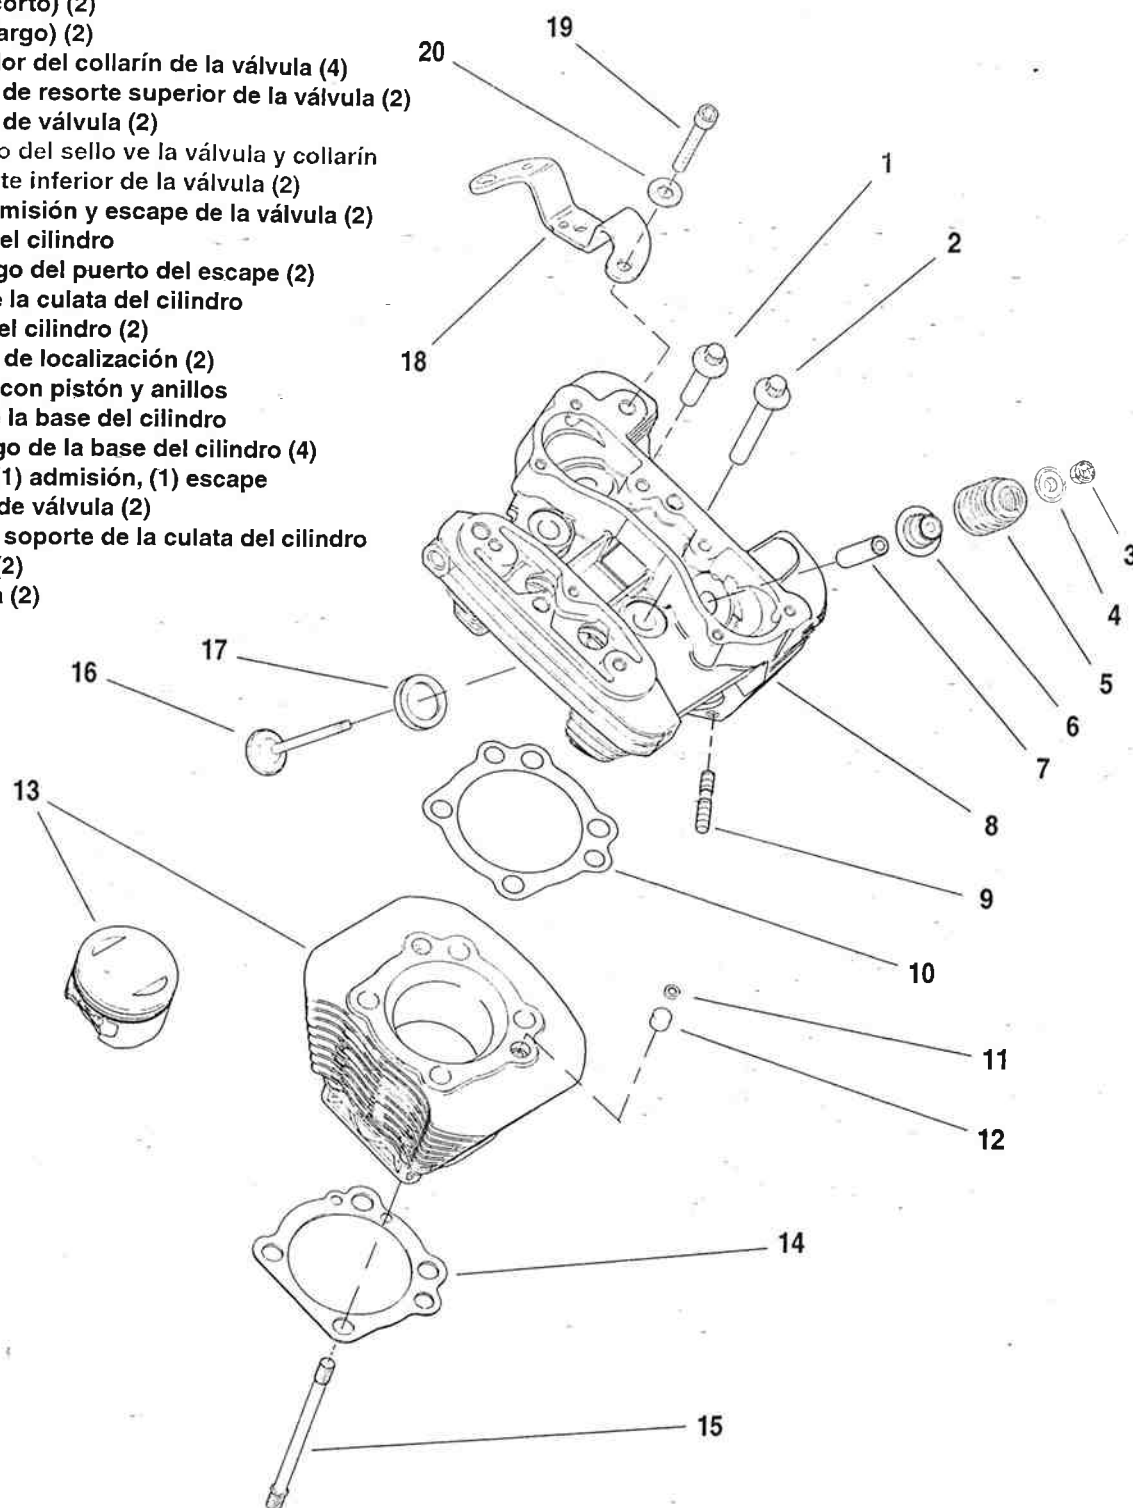

Figura 3-66. Conjunto de la culata del cilindro, cilindro y pistón
1. Vea la Figura 3-66. Cubra las superficies de acoplamiento de los espárragos de la base del cilindro (15) y pernos de la culata (1 y 2) con una solución para la limpieza de piezas.
4. Limpie y seque completamente las superficies secas de la junta del cilindro (13) y la culata del cilindro (8).
Vea la Figura 3-66. Para asegurar la alineación correcta de la junta de la culata (10), instale los o-ring nuevos (11) sobre el pasador de localización (12) antes de instalar la junta de la culata. La alineación incorrecta de la junta de la culata puede causar fugas.
5. Aplique una película muy delgada de aceite limpio para motor HD 20W50 a los o-ring nuevos (11) e instale los o-ring en los dos pasadores de localización (12) en la parte superior del cilindro (13).